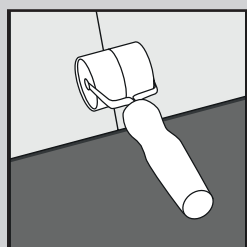

Fig. 4
5. Continúe instalando tablon/baldosas a lo largo de la sala hasta completar la fila ayudándose de un rodillo de mano. (Fig. 4) Solo si fuera necesario, utilice una maza de goma y un recorte del producto para golpear con suavidad y que encaje. Puede utilizar una palanca para encajar el producto en los bordes del perímetro de la sala (Fig. 5).